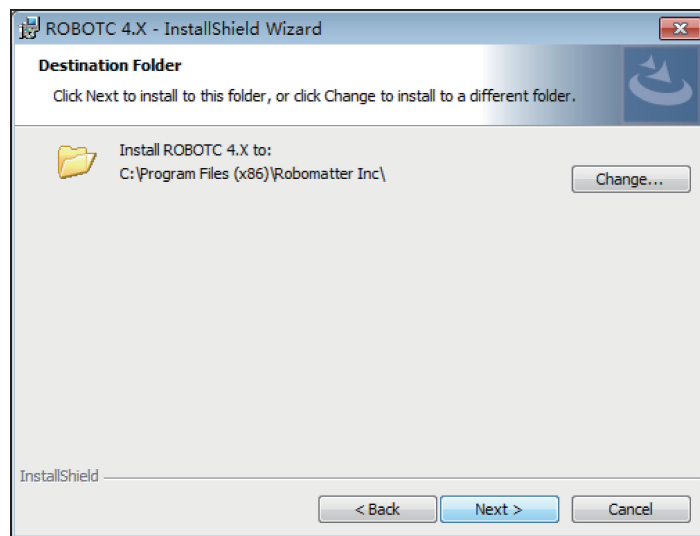

图 1-4
(4) 因为 ROBOTC 软件的特殊性，在安装时不需修改安装路径，直接安装到 C: 盘即可，如图 1-4 所示。